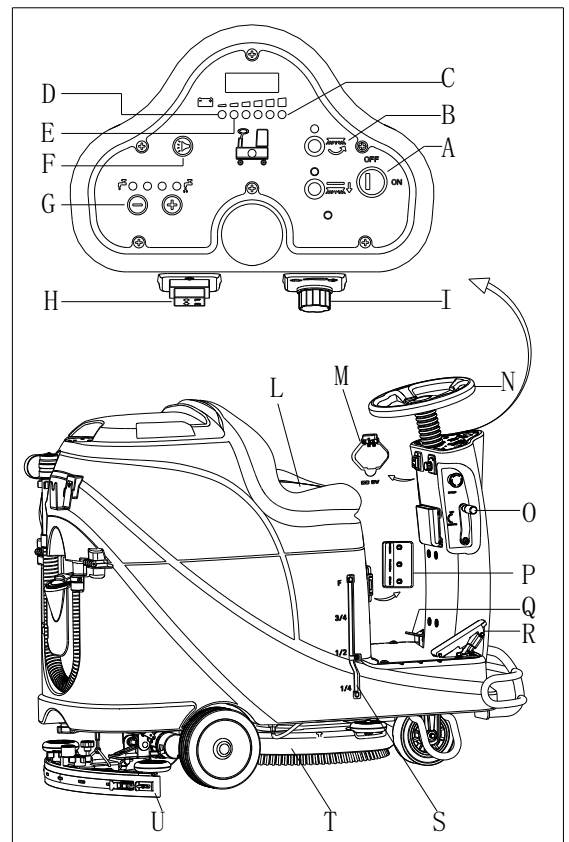

Abbildung 10
2. Setzen Sie sich auf den Sitz (L, Abbildung 10), stecken Sie den Schlüsselschalter ein (A) und drehen Sie ihn in die „EIN“ Stellung. Falls das grüne Licht leuchtet (C), ist die Batterie voll geladen und betriebsbereit. Falls das gelbe (E) oder rote Licht leuchtet (D), müssen die Batterien vor dem Einsatz geladen werden. [Sehen Sie WARTUNG zum Aufladen der Batterien]
11. Lassen Sie das Beschleunigungspedal los (R, Abbildung 10), die Maschine hält an.
12. Drücken Sie die Bürstentaste (B), um den Bürstenmotor zu stoppen.
13. Heben Sie den Bürsten-Zusammenbau (T) an, indem Sie auf das Pedal drücken (Q).
14. Heben Sie den Abziehgummi-Zusammenbau (U) an, benutzen Sie den Abziehgummi Heben/Senken-Hebel (O), einige Sekunden später schließt das Vakuumsystem.